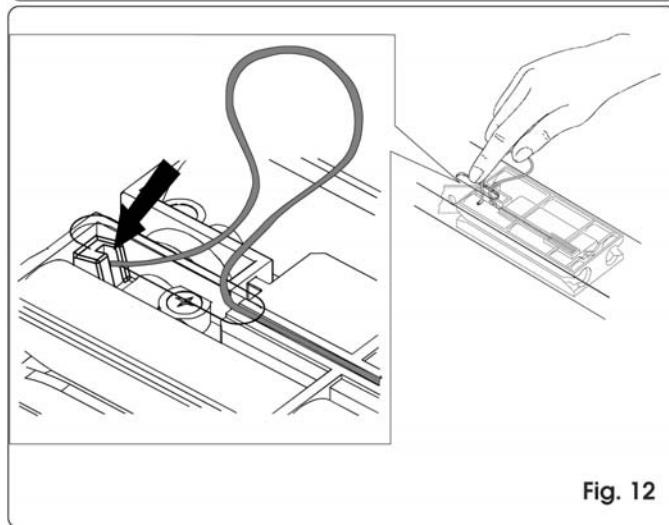

Fig. 12
- 3) Reculer le chariot vers le groupe d'embrayage de la traction jusqu'à ce que le trou sur le chariot soit en face de la fente, puis enfiler le câble sans gaine (fig. 12).